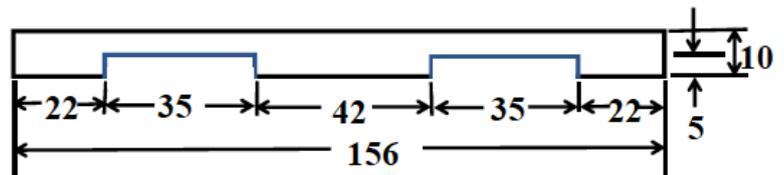

図4. 紙コップ外側台座にスリットを作る枠用紙
- (同じ 205 ml紙コップでもメーカーが違う場合、図2、図4 の数値が変わる)
- ・ スライドベルト枠用スリット作成用紙 (画用紙) (図4) 1枚
ためのスリット枠を図4の様に画用紙で作ります。